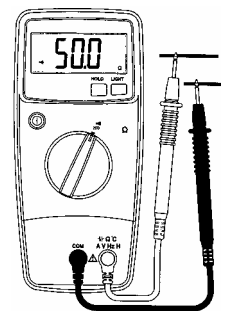

Рисунок 12
- 4.16.2 Установите поворотный переключатель в положение "•1" (см. рис. 12).